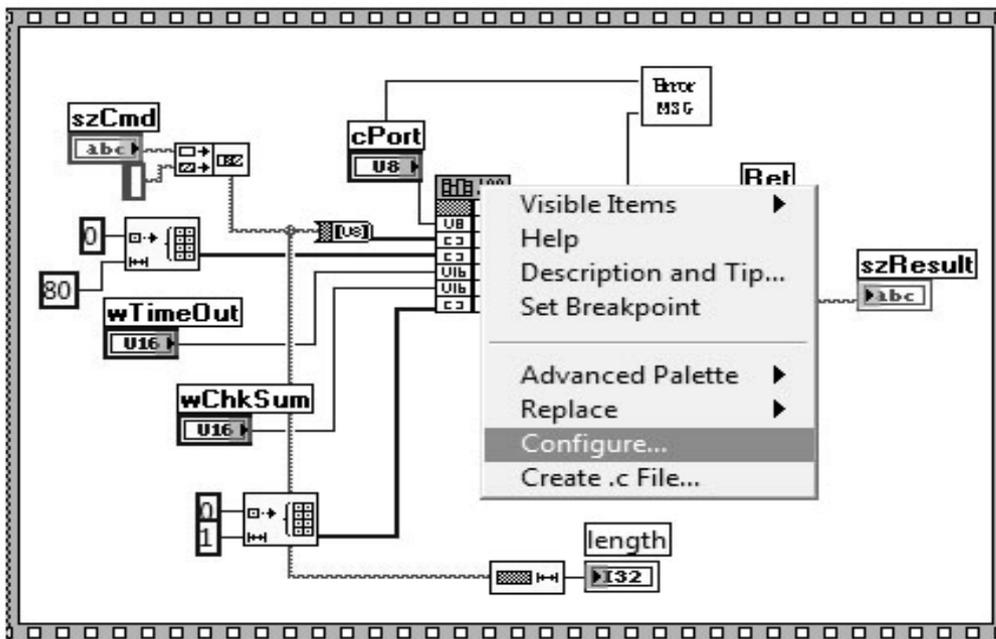
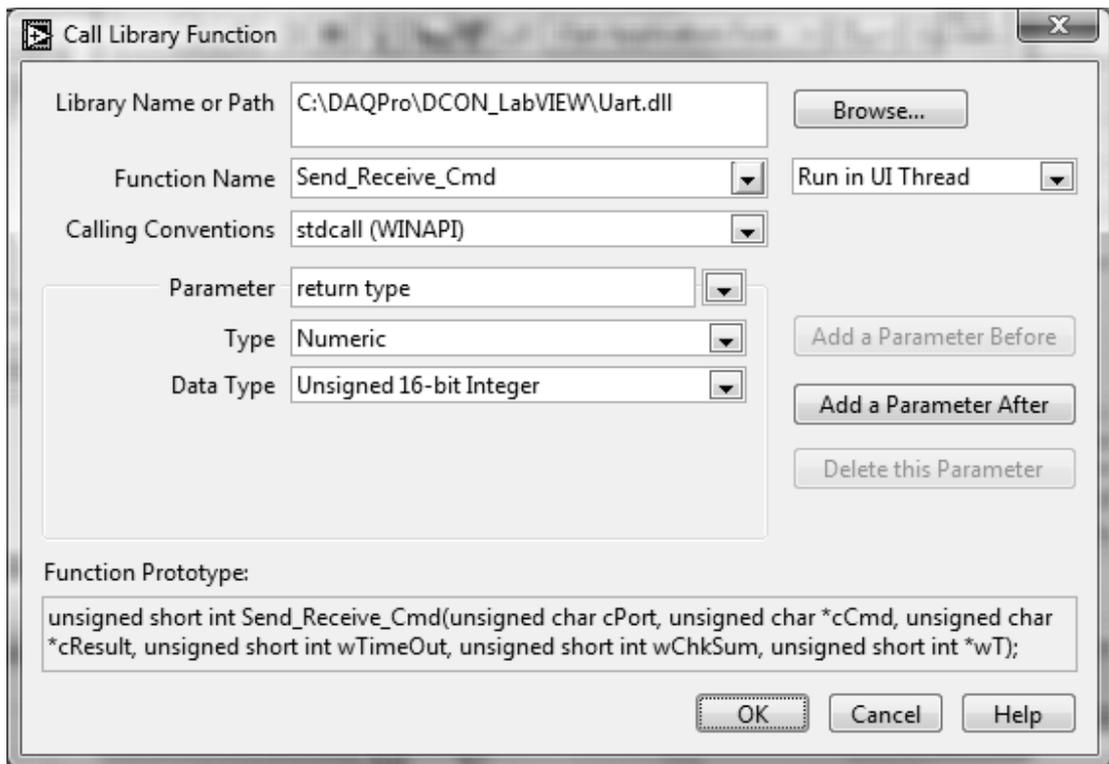

Рис. 25. Элемент меню «Configure...» для задания параметров вызываемой функции библиотеки
Рис. 26. Окно настройки параметров функции динамически подключаемой библиотеки
Так после выбора раздела «7000/8000/87K Series Toolkits (with DCON protocol)» открывается список утилит (см. рис. 26).
**Примечание:** Следует заметить, что для функционирования виртуального прибора, содержащего узел вызова функции библиотеки «Call Library Function Node», необходимо задать путь к используемому файлу библиотеки \*.dll. Для этого в контекстном меню функционального узла выбирается пункт «Configure...» (рис. 25), в открывшемся окне необходимо задать имя используемой библиотеки, название вызываемой функции, входные параметры функции и тип возвращаемого параметра (рис. 26).